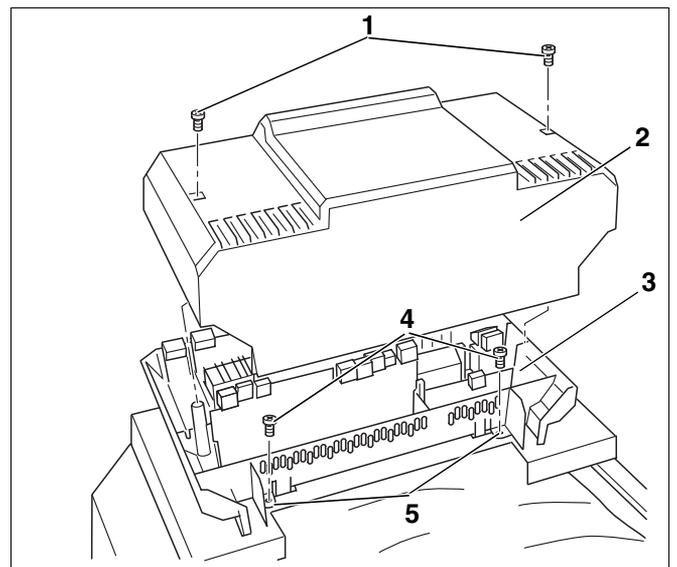

Abb. 31 Abdeckhaube entfernen (z. B. Regelgerät Logamatic 2107)
- Die beiden Schrauben (Abb. 31, **Pos. 1**) aus der Abdeckhaube des Regelgerätes (Abb. 31, **Pos. 3**) entfernen und Abdeckhaube (Abb. 31, **Pos. 2**) abnehmen.
- Regelgerät (Abb. 31, **Pos. 3**) mit zwei Befestigungsschrauben (Abb. 31, **Pos. 4**) an den vorgesehenen Befestigungsstellen (Abb. 31, **Pos. 5**) am Regelgerät auf der vorderen Kesselhaube festschrauben.
- Abdeckhaube (Abb. 31, **Pos. 2** auf Seite 33) des Regelgerätes auf das Regelgerät setzen.
- Mit den Schrauben (Abb. 31, **Pos. 1**, Seite 33) die Abdeckhaube (Abb. 31, **Pos. 2**, Seite 33) am Regelgerät (Abb. 31, **Pos. 3**, Seite 33) sichern.